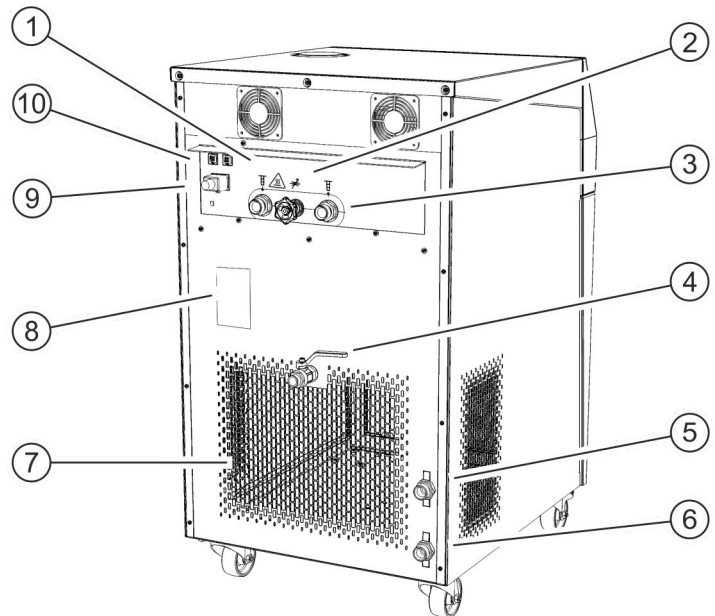

Abb. 6: Rückseite VC 2000 W
9. **Bild 6:** Die Rampe muss dicht an der Palette sitzen. 2 Personen treten mit ihren Schuhen rechts und links auf die Führungsleisten der Rampe und sichern sie somit vor dem Abrutschen. Schieben Sie das Gerät vorsichtig, mit der Frontseite zuerst ⑪, von der Transportpalette herunter.